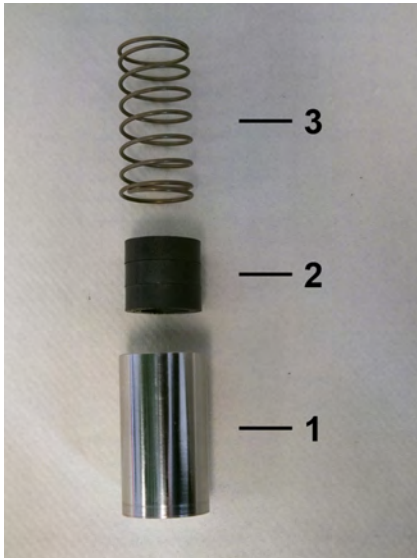

Abb. 49: Feder, Magnete und Schwebekörper
- 12.** ▶ Feder (Abb. 49/3), Magnete (Abb. 49/2) und Schwebekörper (Abb. 49/1) als Innenteile des Strömungswächters